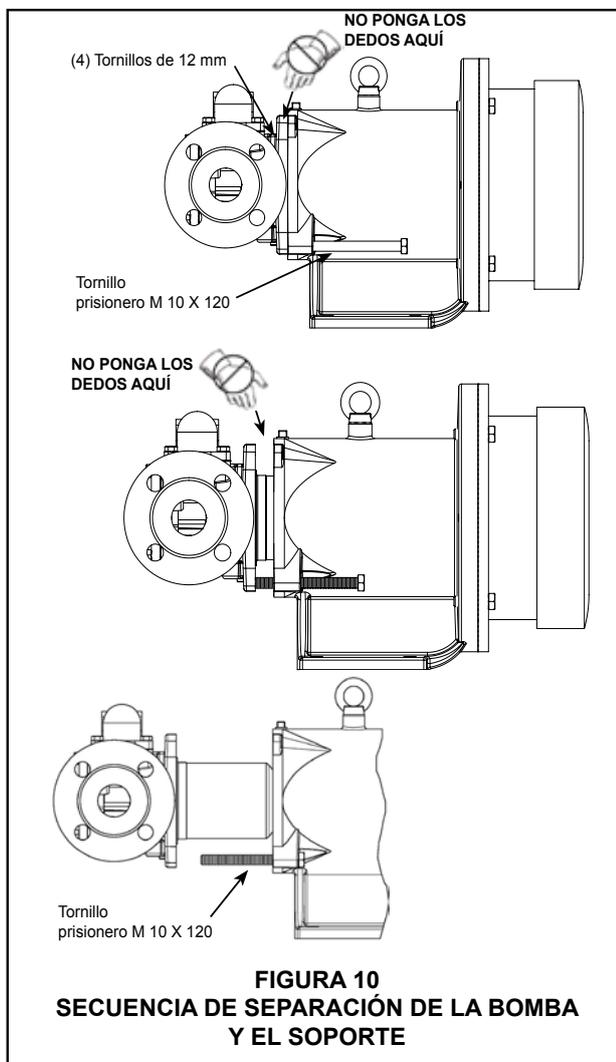

FIGURA 10
1. Retire la tubería de los orificios y los tornillos prisioneros que fijan la bomba al soporte. Si es posible, apoye la bomba con un aparejo de elevación. Use el tornillo prisionero (tornillo nivelador) M 10 x 120 en el soporte par separar el imán interior del exterior (consulte la secuencia de la figura 10).
Con el máximo cuidado, saque el imán interior del imán exterior (consulte la figura 10). No coloque sus dedos entre la brida de montaje de la bomba y la cara del soporte. Si no saca completamente la bomba, ésta puede retroceder y le puede apretar un dedo o una mano. Una vez que retire el imán interior del soporte, fijese dónde lo va a dejar, ya que atraerá cualquier objeto de hierro o acero.